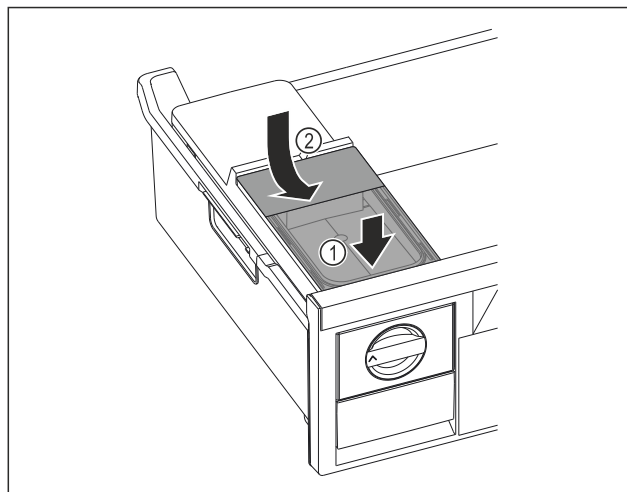

Fig. 111
- ▶ Zbiornik wody wsunąć od przodu Fig. 111 (1)
- ▶ Zbiornik wody opuścić z tyłu Fig. 111 (2)